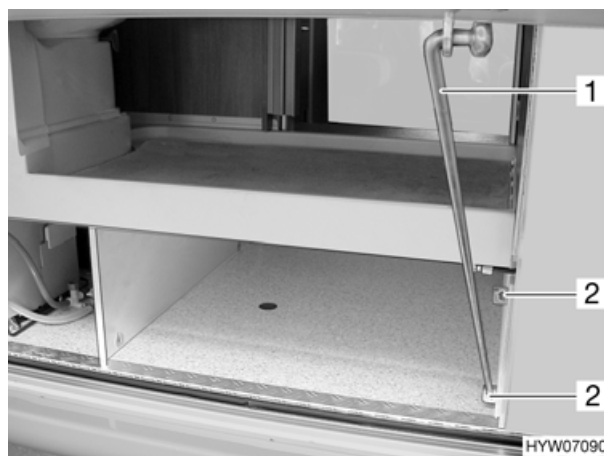

Fig. 16 Puntello del cofano posteriore
- Con una mano tenere il cofano posteriore nella posizione di apertura e con l'altra mano togliere il puntello (Fig. 16,1) dal supporto.
- Abbassare il cofano posteriore fino alla posizione desiderata. Nel frattempo porre il puntello nel rispettivo alloggiamento (Fig. 16,2).
- Sollevare leggermente il cofano posteriore ed estrarre il puntello (Fig. 16,1) dall'alloggiamento (Fig. 16,2).